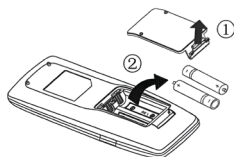

Рисунок 1
1. Поднимите крышку в направлении стрелки (см. рис. 1).
2. Замените изначальные батарейки (см. рис. 1).